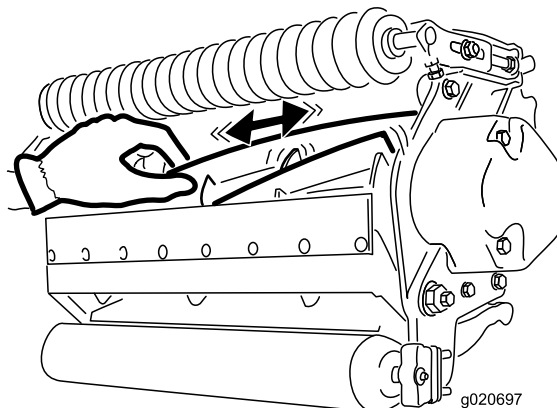

図 27
2. ボロ布を厚く巻くか丈夫なパッドのついた手袋をして、カッティングユニットの刃の部分をつかみ、リールを左右に揺すってガタがあるかどうかを調べる図 27。